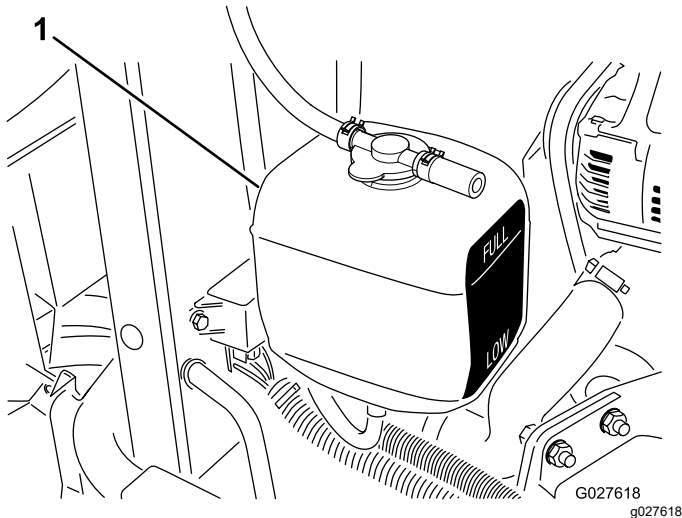

Figura 68
2. Compruebe el nivel de refrigerante del depósito de expansión (Figura 68).